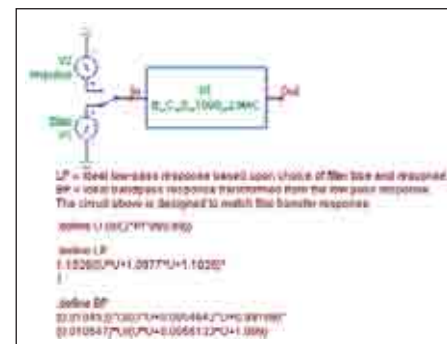

Рис. 5. Результат синтеза активного фильтра в виде макромодели
- **Macro** — в виде макромодели (рис. 5).